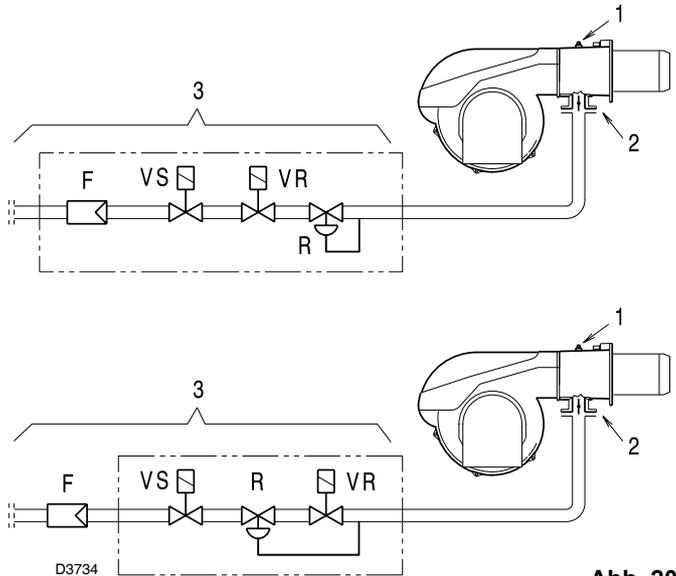

Abb. 20
Gasdruck, an der Entnahmestelle 1)(Abb. 20) gemessen mit:
Strömungsverlust Gasdrossel 2)(Abb. 20) bei maximaler Öffnung: 90°.
Strömungsverlust Armatur 3)(Abb. 20) bestehend aus:
- Ziehen Sie vom Gasdruck am Anschluss 1)(Abb. 20) den Druck in der Brennkammer ab.
Gasdruck an der Entnahmestelle 1) (Abb. 20) = 19 mbar
Um stattdessen den am Anschluss 1) notwendigen Gasdruck zu ermitteln (Abb. 20), nachdem die Höchstleistung festgelegt wurde, bei der der Brenner arbeiten soll:
- Lesen Sie rechts, in Spalte 1, den Druck an der Entnahmestelle 1)(Abb. 20) ab.
An der Entnahmestelle 1)(Abb. 20) erforderlicher Druck.